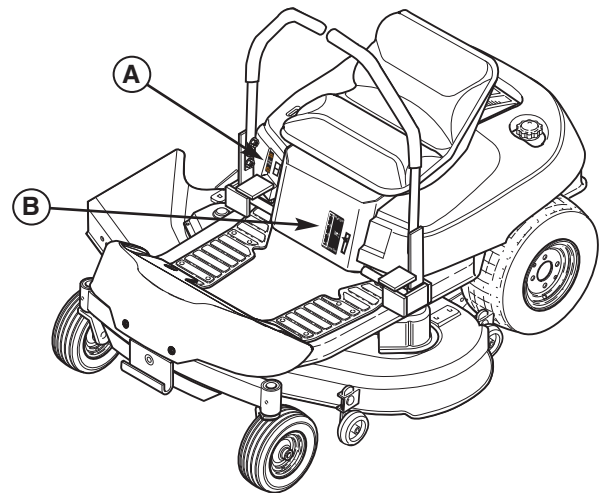

Figura 33. Ajuste de la altura de corte
Para aumentar la altura de corte de la segadora (elevar la cubierta de la segadora), oprima la parte superior del ajuste de altura de corte de la segadora (A, Figura 33). Para disminuir la altura de corte de la segadora (bajar la cubierta de la segadora), oprima la parte inferior del ajuste. El rango de la altura de corte de la segadora es 9,5 a 3,8 cm (3-3/4" a 1-1/2"). El indicador de altura de corte indica la posición de la cubierta de la segadora. El indicador de altura de corte (B) se encuentra en la parte frontal del montable, justo detrás de la pierna izquierda del conductor.